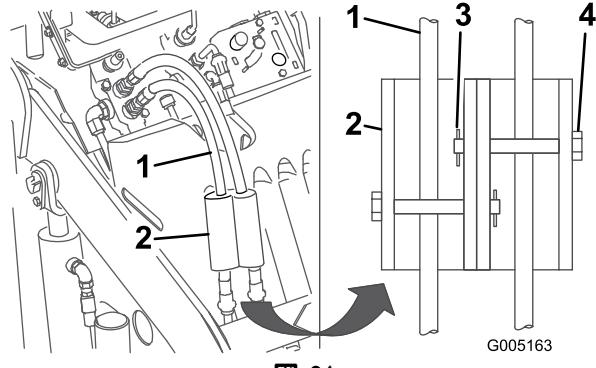

図 21
7. シリンダロックを油圧ホースに取り付けて、クレビスピンとコッターピンで固定する（図 21）。